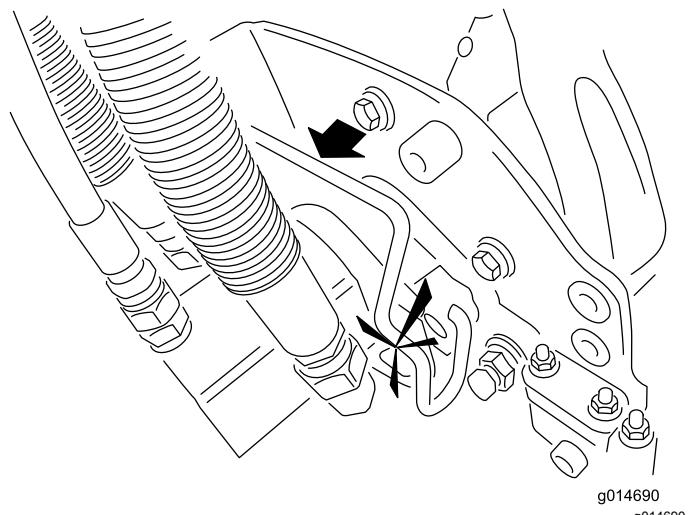

Figura 46
5. Spalmate del grasso pulito sull'albero scanalato del motore dell'apparato di taglio (Figura 46).
6. Inserite il motore nel lato sinistro dell'apparato di taglio (come mostrato dalla posizione dell'operatore) e tirate la barra di fissaggio del motore sull'apparato di taglio verso il motore stesso fino a udire chiaramente uno scatto da ambo i lati del motore (Figura 46).